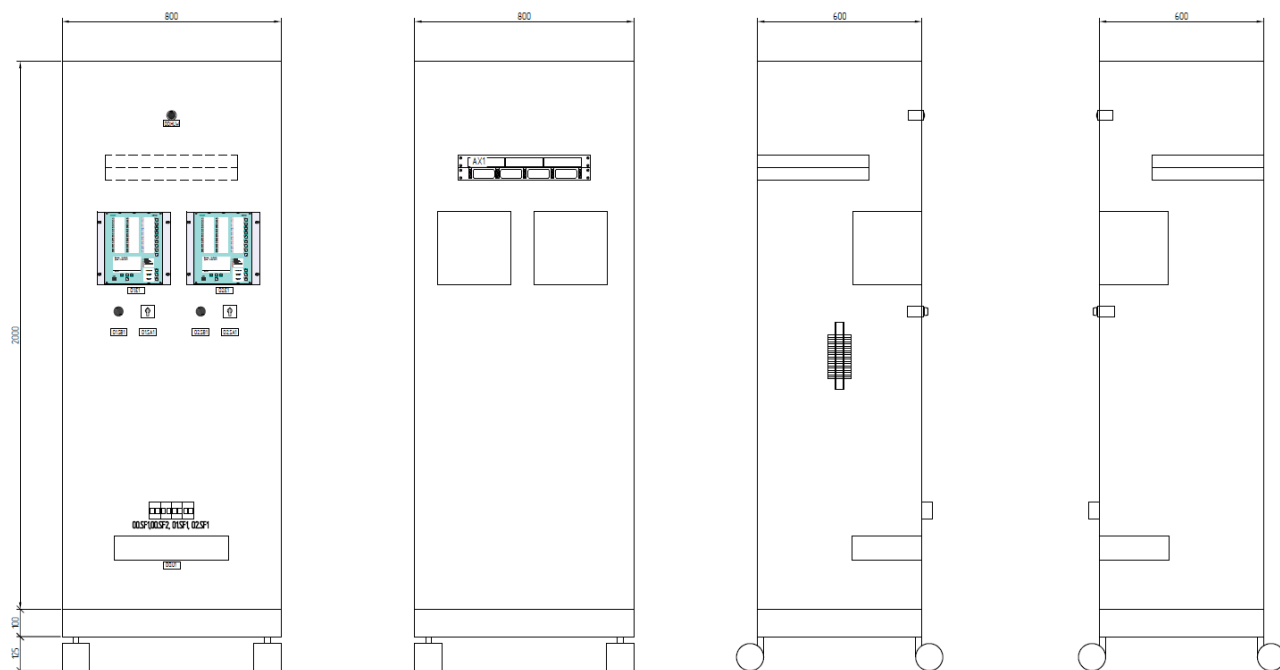

Рисунок 1. Панель защит линии.
- панелью защит линии на базе шкафа ШЭ2607 091091 с комплектами БЭ2704 091 (ДЗЛ, КСЗ) для ЦПС и БЭ2704 091 (ДЗЛ, КСЗ) для классических ПС (рис. 1);